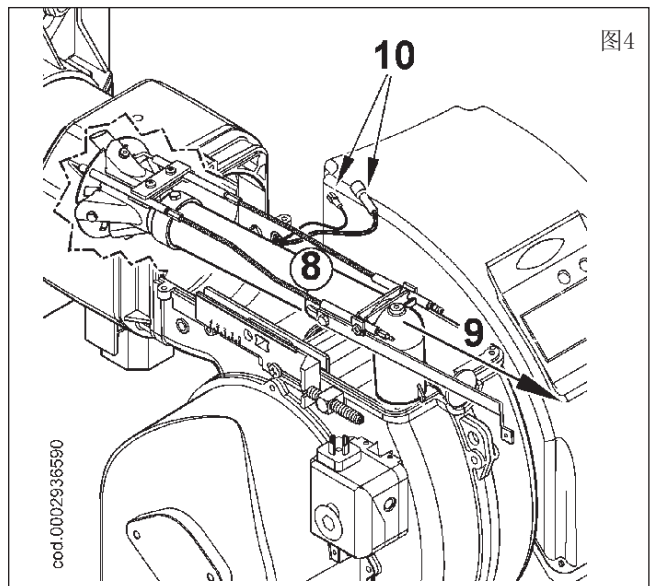

图4
- 4) 完全的拆除混合单元 (8)；在将点火电缆和电离电缆10从各自电极拆除后，按照箭头9所示的方向将混合单元拔出来 (图4)。